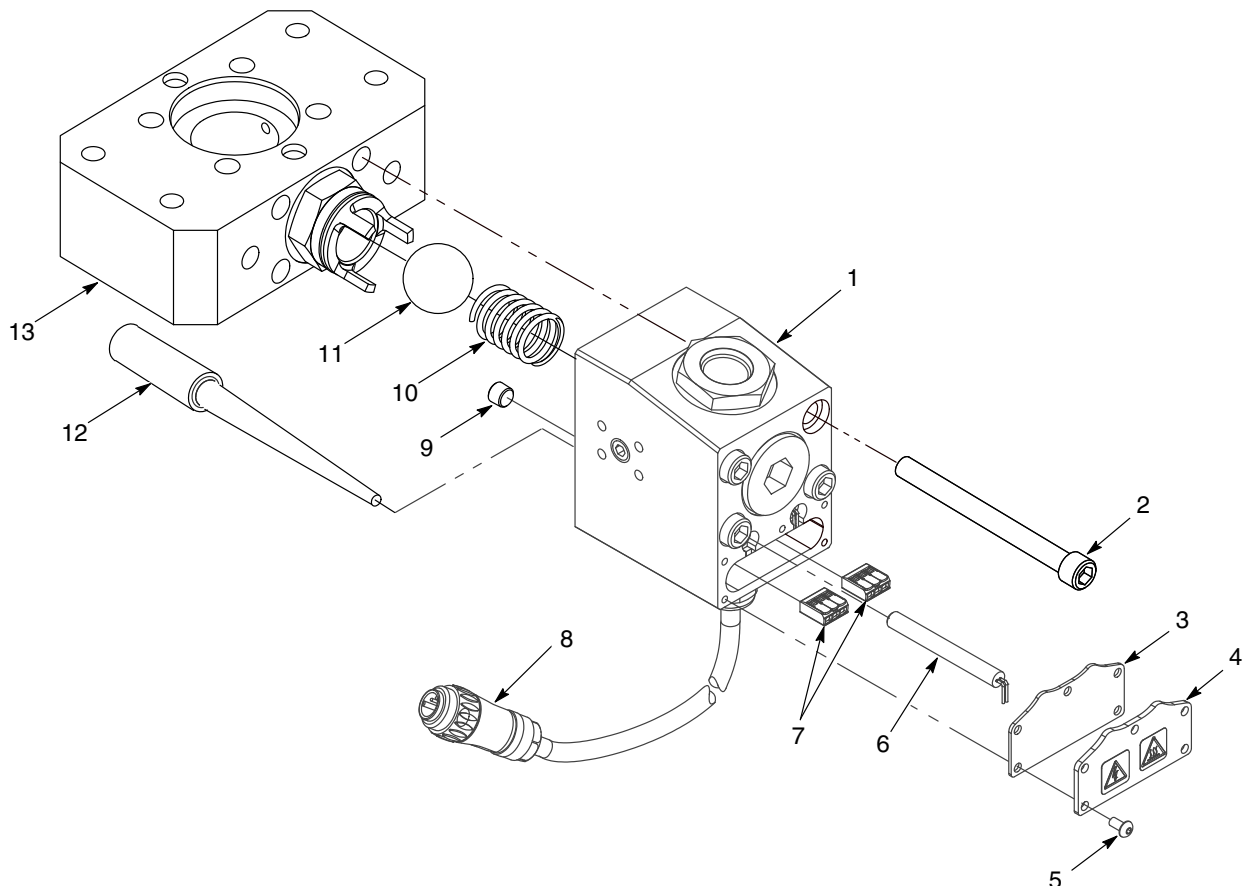

Figure 4 Remplacement d'une cartouche chauffante type (*distributeur à clapet anti-retour illustré*)
Voir la Figure 4.
3. Retirer les vis (2) qui fixent le corps du distributeur (1) à la section hydraulique (13).
4. Retirer les vis (5) qui fixent le couvercle (4) et le joint plat (3) au corps du distributeur (1).
5. Tirer avec précaution les connecteurs à 3 fils (7) hors du corps du distributeur (1). Débrancher la cartouche chauffante (6) comme illustré à la Figure 4.
6. Retirer le bouchon de tube (9) de l'arrière du corps du distributeur (1).
7. Pousser la cartouche chauffante (6) par l'arrière hors du corps du distributeur à l'aide d'un poinçon (12). Retirer la cartouche chauffante.
1. Appliquer de la pâte thermique sur le diamètre extérieur de la cartouche chauffante (6) neuve et sur le diamètre intérieur du logement de la cartouche chauffante. Insérer la cartouche chauffante dans le corps du distributeur (1).
2. Rebrancher les fils de la cartouche chauffante (6) aux connecteurs à 3 fils (7) comme illustré dans la Figure 4. Insérer avec précaution les connecteurs à 3 fils dans le du corps du distributeur (1).
3. Remonter le joint plat (3) et le couvercle (4) à l'aide des vis (5). Serrer les vis à un couple de 60-75 in.-lb (6,8-8,5 N•m).
4. Remonter le corps du distributeur (1) sur la section hydraulique (13) :
- a. **Distributeurs à clapet anti-retour seulement :** Remonter le ressort (10) et la bille (11) s'ils ont chuté hors du corps lorsque le distributeur a été retiré de la section hydraulique.
- b. Appliquer du Never-Seez sur les filets des vis (2). Remonter le distributeur sur la section hydraulique à l'aide des vis. Serrer les vis à 50-55 ft-lb (67,8-74,6 N•m).
5. Rebrancher le connecteur du cordon (8) à la source d'alimentation.